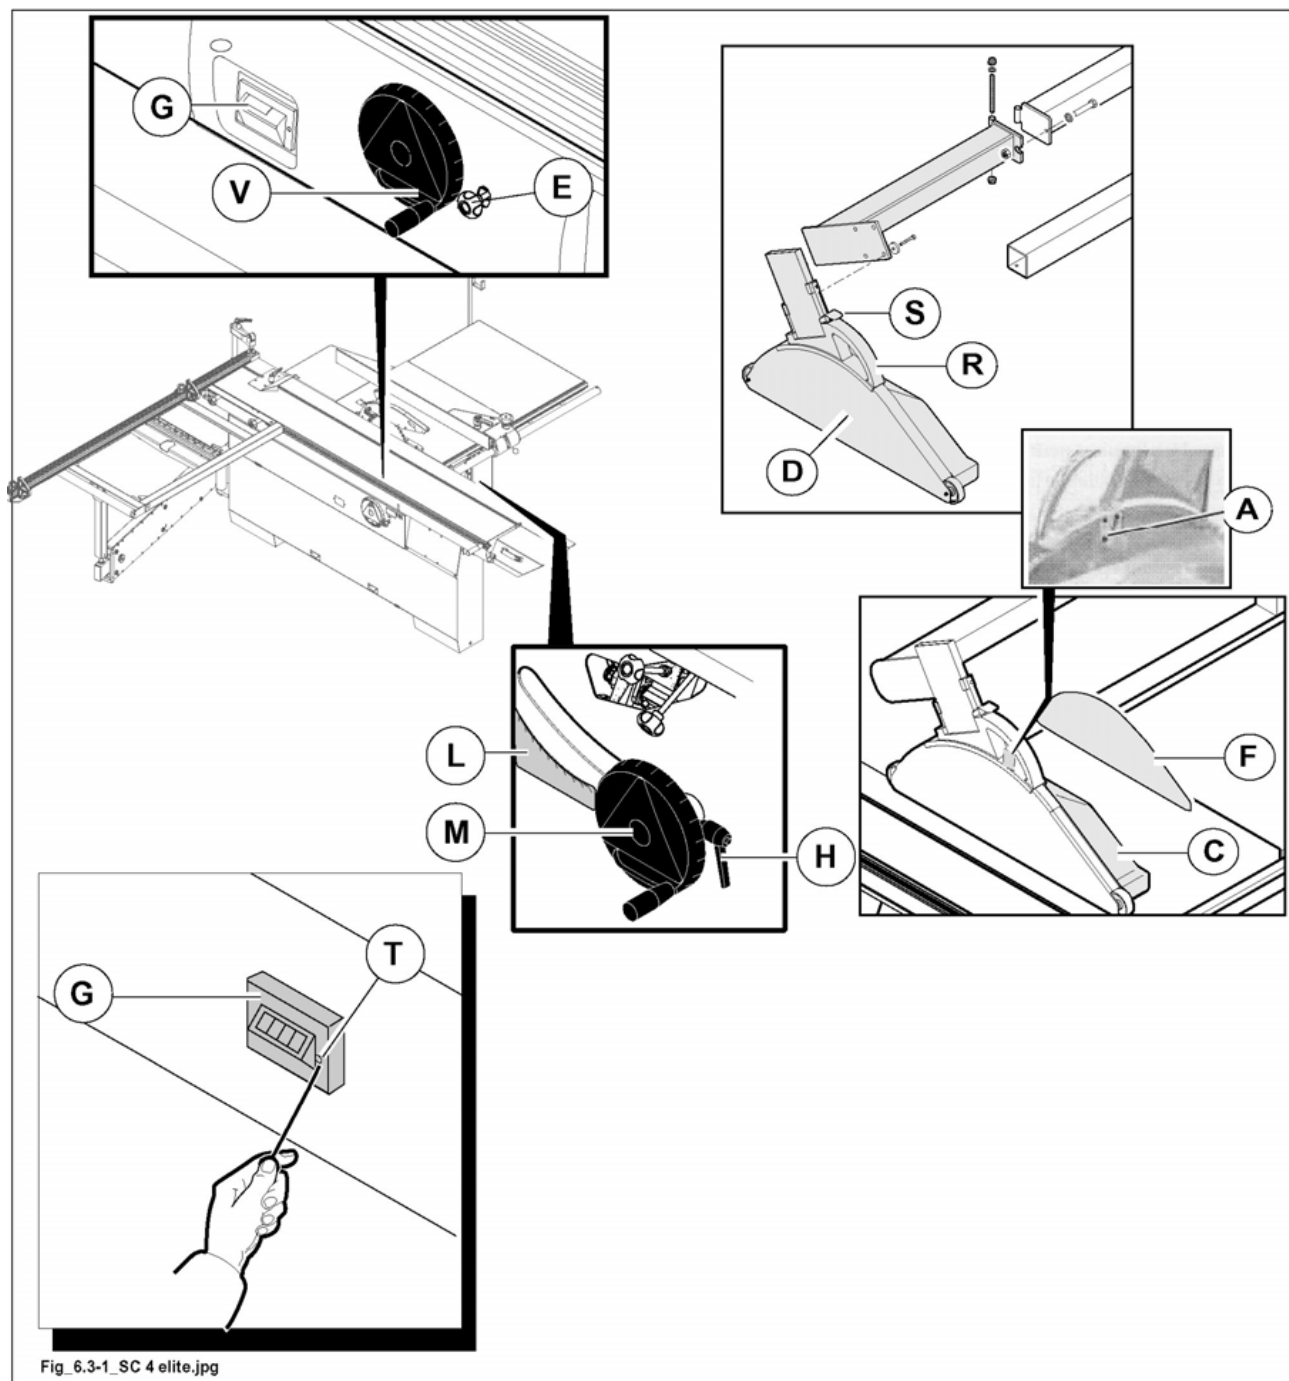

Abb. 6.3-1
- Kugelgriff (H Abb. 6.3-1) lösen.
- Handrad (M Abb. 6.3-1) im Uhrzeigersinn drehen: das Sägeblatt hebt sich.
- Nach erfolgter Einstellung Handrad (M Abb. 6.3-1) durch Kugelgriff (H Abb. 6.3-1) blockieren.
- Schutzhaube (D Abb. 6.3-1) in einer Höhe 4-5 mm zum Werkstück anordnen.
- Kugelgriff (E Abb. 6.3-1) lösen.
- Handrad (V Abb. 6.3-1) drehen um die 45°- Sägeblattneigung zu erreichen.
- Am Zeiger (L Abb. 6.3-1) die Schrägstellung des Sägeblatts ablesen.
- **OPT** Den Schrägstellungswinkel auf der Anzeige (G Abb. 6.3-1) ablesen.
- Nach erfolgter Verstellung Kugelgriff (E Abb. 6.3-1) immer festziehen.
Falls der Anzeiger **OPT** (G Abb. 6.3-1) nicht richtig anzeigt, stellen Sie ihn folgendermaßen wieder ein:
- einen kleinen Schraubenzieher in Bohrung (T Abb. 6.3-1) einsetzen und leicht drücken; zur Zunahme des Dezimalen des gezeigten Wertes im Uhrzeigersinn drehen, während zur Verminderung des Dezimalen gegen Uhrzeigersinn drehen.
Die Vorrichtung wird mit zwei Schutzabdeckungen (F Abb. 6.3-1) und (C Abb. 6.3-1) geliefert, eine für die Schnitte mit der 90°-Säge und eine für Schnitte mit der geneigten Säge.
*wenn mit der 90°-Säge gearbeitet wird, stets die Schutzabdeckung (F Abb. 6.3-1) verwenden.
Wenn mit der geneigten Säge gearbeitet werden muss, muss die Schutzabdeckung (C Abb. 6.3-1) installiert werden.*
- Schutzvorrichtung (D Abb. 6.3.1) völlig heben und Hinterseite (F Abb. 6.3.1) herausziehen.
- Die mitgelieferte breite Seite (C Abb. 6.3.1).
die Kappe mit dem Griff (R Abb. 6.3-1) und dem Hebel (S Abb. 6.3-1) je nach Holzdicke anheben oder absenken.